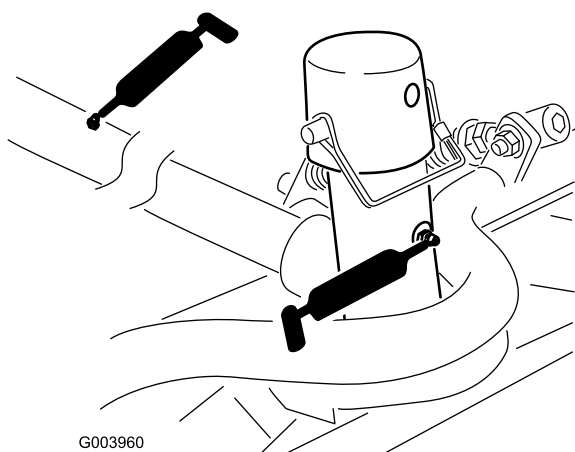

Bild 66
- Schneideinheitträgerahmen und Drehzapfen (2) (Bild 66)